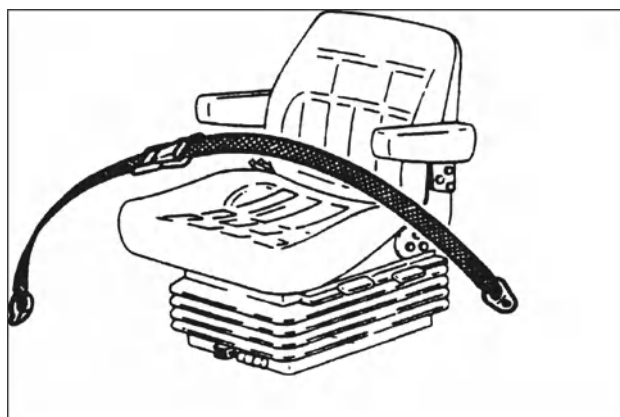

Рис. 2-4
- Ремни безопасности во время движения всегда должны быть пристегнуты и отрегулированы так, чтобы они плотно прилегали к телу (рис. 2-4). [2.ab]
- Время от времени внимательно осматривайте ремень безопасности и заменяйте его, если он изношен или поврежден (рис. 2-4). [2.ab]